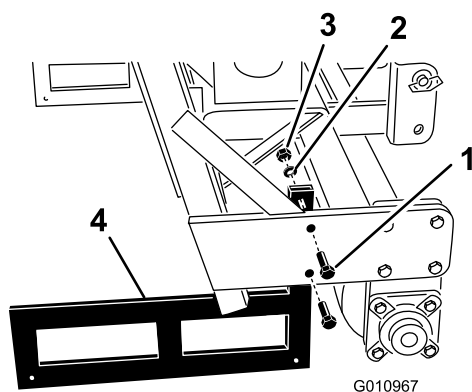

Figura 26
2. Rimuovere i bulloni e i dadi che fissano i supporti di rimessaggio su entrambi i lati dell'arieggiatore (Figura 26).